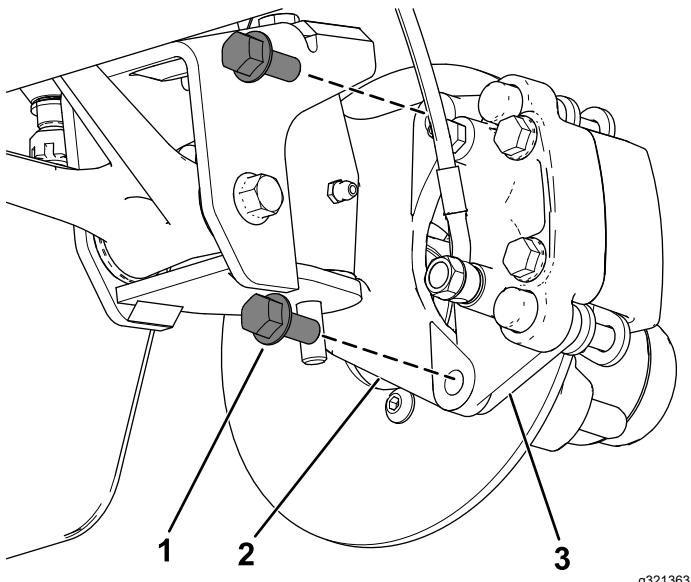
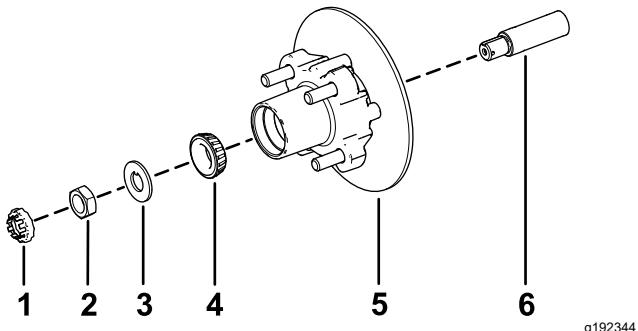

Figura 36
Figura 40
3. Togliete i bulloni a testa flangiata ($\frac{3}{8}$ " x $\frac{3}{4}$ ") che fissano la staffa del gruppo del freno al mandrino e separate il freno dal mandrino (Figura 36).
- Lubrificate leggermente il mandrino con il grasso specificato (Figura 40).
- Montate il mozzo e il rotore sul mandrino con il rotore verso l'interno (Figura 40).
- Montate il cuscinetto esterno sul mandrino e inserite il cuscinetto sull'anello esterno (Figura 40).
- Montate la rondella di sicurezza sul mandrino (Figura 40).
- Avvitate il dado del mandrino sul mandrino e serrate il dado a 15 N·m mentre ruotate il mozzo per posizionare in sede il cuscinetto (Figura 40).
- Allineate le pastiglie dei freni su ciascun lato del rotore (Figura 36) e i fori sulla staffa della pinza con i fori sul supporto del freno del telaio del mandrino (Figura 40).
- Fissate la staffa del calibro al telaio del mandrino (Figura 36) utilizzando i 2 bulloni a testa flangiata (3/8" x 3/4").